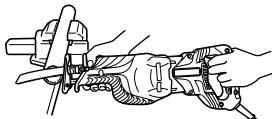

Fig. 20
(1) Fixer solidement la pièce avant de procéder. (Fig. 20)